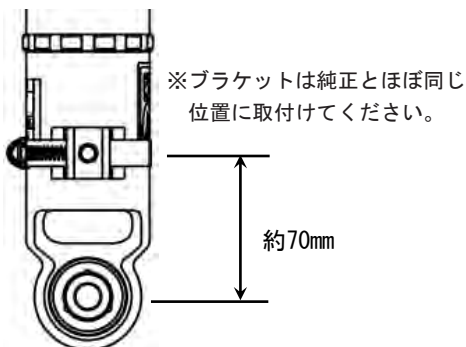

図2-1 : ABS装着車
1. 本製品にはABSセンサハーネスを固定するため、ブラケットとホースバンドを同梱しています。ABS装着車の場合は図を参考に、フロントサスペンションASSYに固定してください。(図2-1)